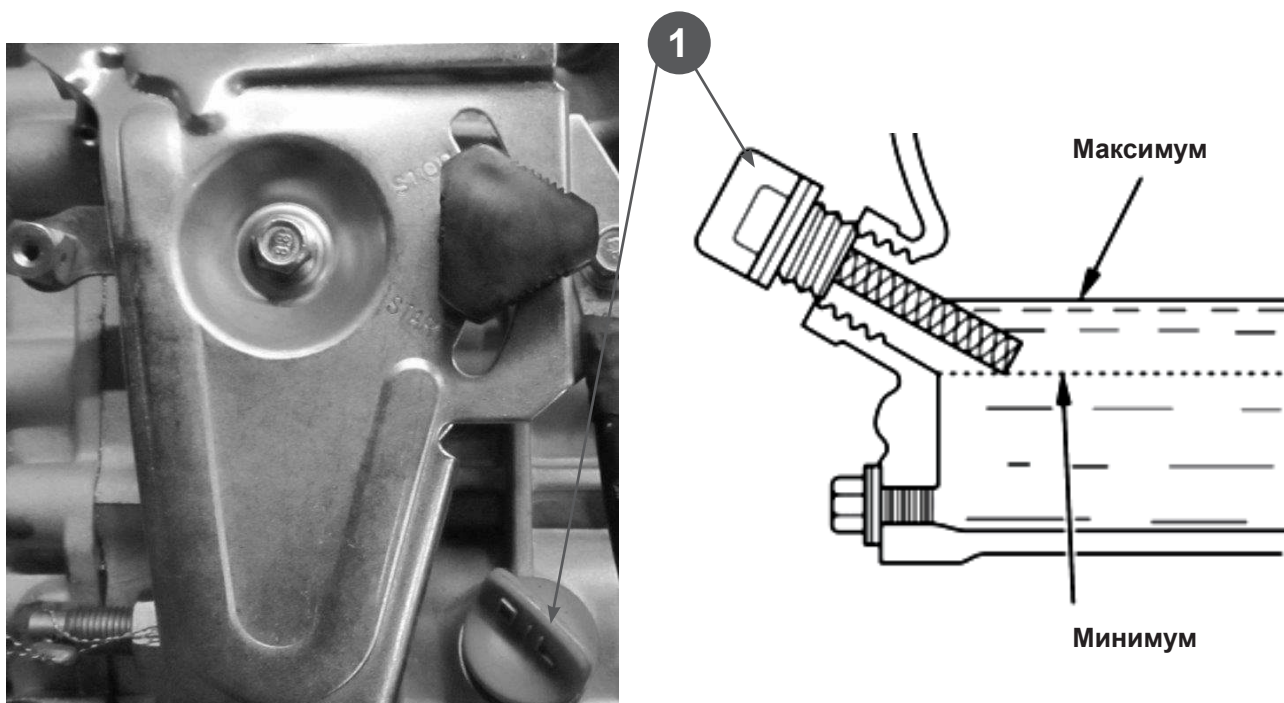

Рис.6
2. Извлеките щуп (1) Рис.6 из маслозаливной горловины и протрите его чистой тряпкой.